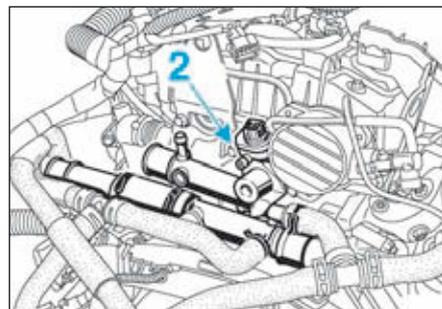

FIG.134
- Déposer l'agrafe (2), puis la sonde de température (Fig.134).